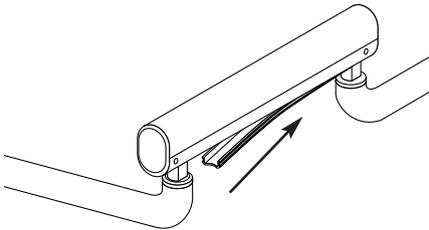

Bild 20. Abdeckung des flexiblen Schwenkarms wieder anbringen
6. Setzen Sie die flexible Vinylabdeckung wieder auf (siehe Bild 20). Sie rastet leicht an der richtigen Stelle ein. Stecken Sie sie zuerst an einem Ende ein, und drücken Sie sie dann entlang der Unterseite des Schwenkarms auf.